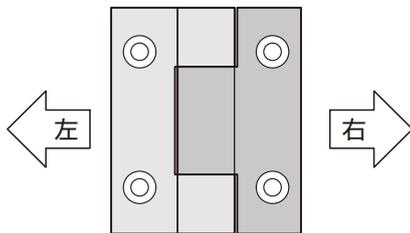

図1-15 蝶番の取付け向き
- 蝶番には取付けの向きがあります。図1-15の向きで取付けてください。
(2) 下ローラーの取付け